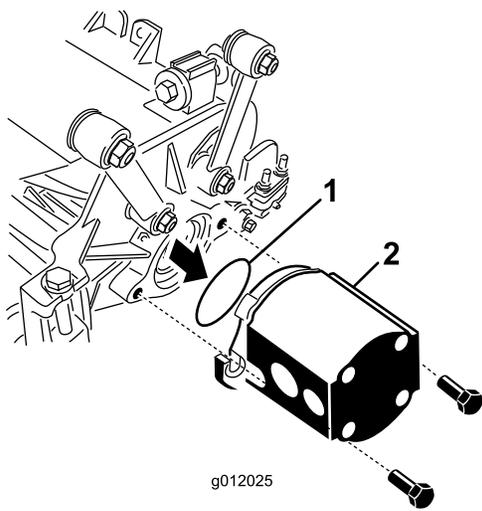

图 25
5. 将 O 形圈随滚刀组提供插入驱动马达的法兰上图 25。
6. 将马达安装到滚刀组的驱动端用随滚刀组提供的 2 个平头螺丝固定图 25。